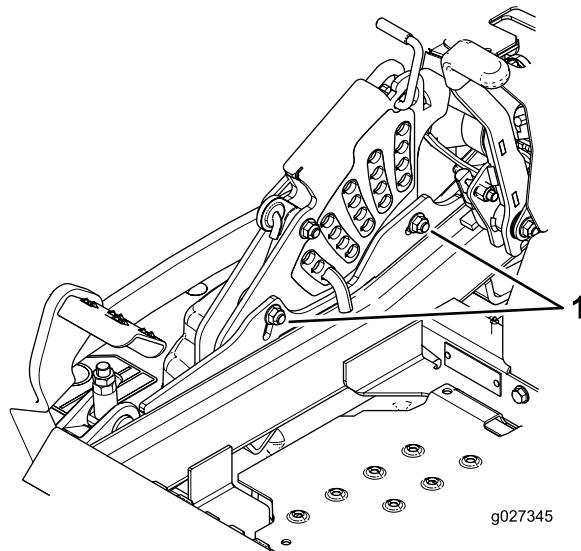

Figure 98
11. Pour régler le système monopoint, desserrez les 2 boulons au bas de la plaque de hauteur de coupe (Figure 98).
13. Serrez les 2 boulons au bas de la plaque de hauteur de coupe (Figure 98).